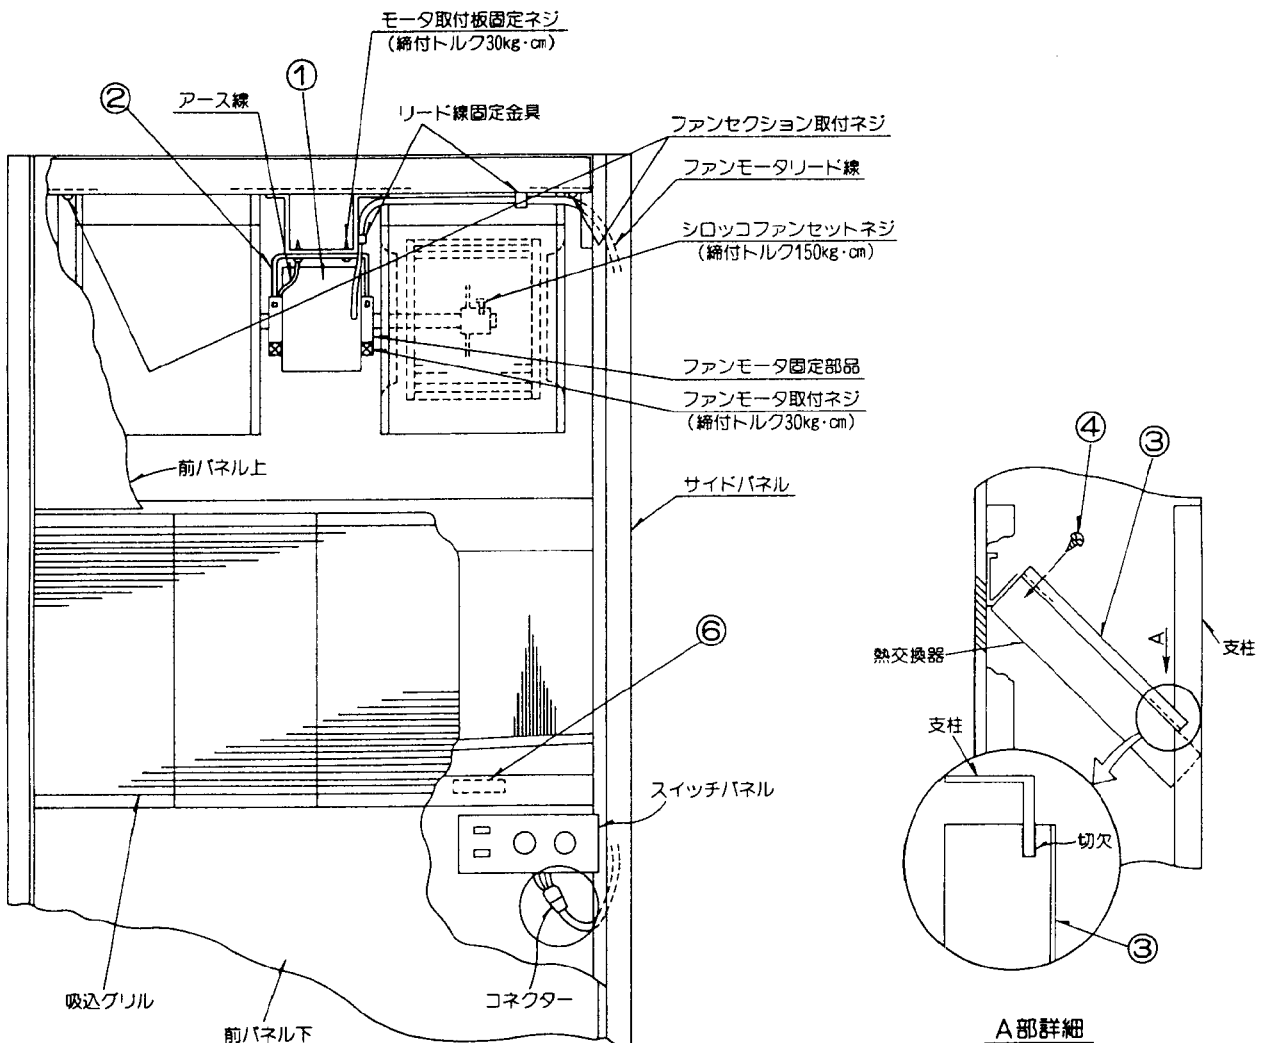

図1
2) ファンモータの交換(図1)
- モータ①及びモータ取付板②を交換してください。